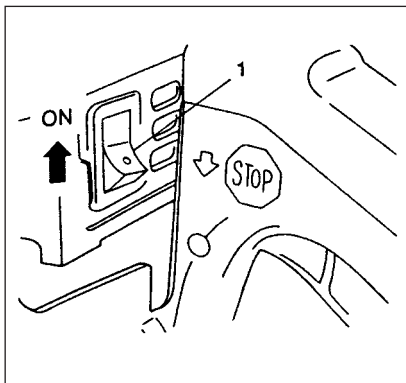

Fig. 2-2
#### Start (Fig. 2-2, 2B, 3, 4, 4B)
- Kontroller inden starten, at kædebremsen er sluppet (hvis udstyret dermed), og at sværdet/kæden ikke rører ved noget. (Fig. 2-2)